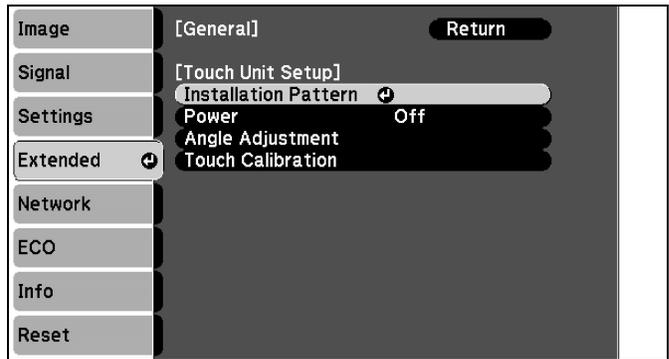

Figure 19
5. Sélectionnez **DISPOSITION D'INSTALLATION**. (Voir figure 19)